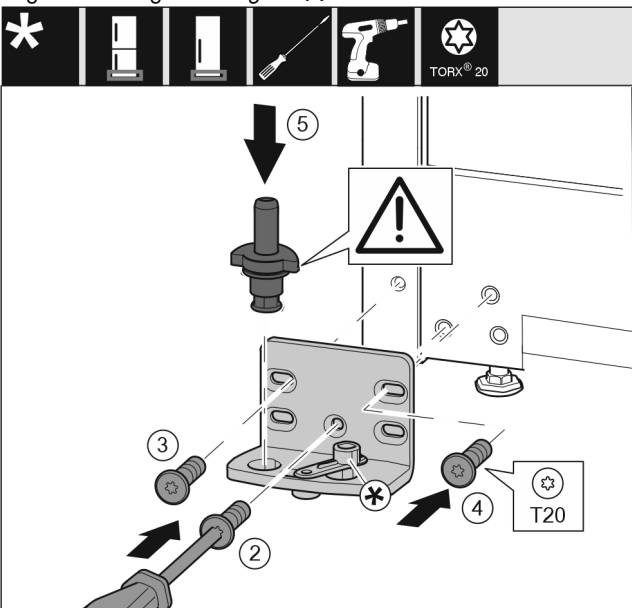

Fig. 14
- ▶ Sæt hængselkonsollen på i den anden side, og skru den fast med en skruetrækker T20. Begynd med skruen 2 fornedet i midten. Fig. 14 (2)
- ▶ Stram skrue 3 og 4. Fig. 14 (3,4)
- ▶ Sæt hængselboltet helt i. Sørg i den forbindelse for, at låsekammen vender bagud. Fig. 14 (5)